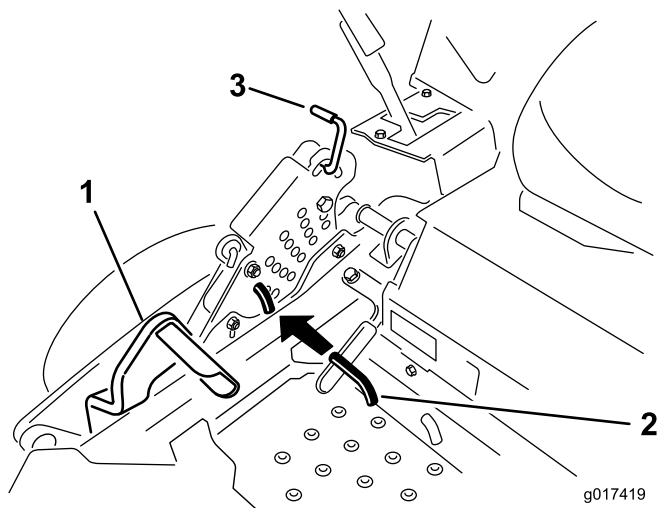

Figure 25
2. Appuyez sur la pédale de commande du tablier de coupe avec le pied et relevez le tablier en position de transport (qui est aussi la position de hauteur de coupe de 140 mm [5,5 po]) (Figure 25).
3. Pour changer de hauteur de coupe, retirez la goupille fendue et l'axe de chape du support de hauteur de coupe (Figure 25).
4. Placez la goupille dans le trou du support correspondant à la hauteur de coupe voulue (Figure 25).